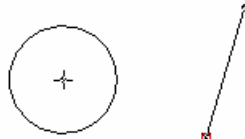

图 4.11.15 移到直线端点
Step9. 继续移动鼠标指针，当鼠标指针移到直线的某一端点处时，可看到端点处出现绿色的  符号（图 4.11.15），表明系统已捕捉到该端点。